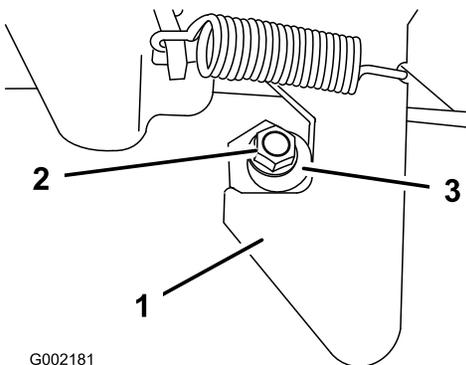

Figura 60
1. Allentate il dado di bloccaggio sull'estremità della colonnetta di ancoraggio (Figura 60).
2. Ruotate la colonnetta di ancoraggio in senso orario finché non si trova saldamente contro la sezione di aggancio del fermo (Figura 60).